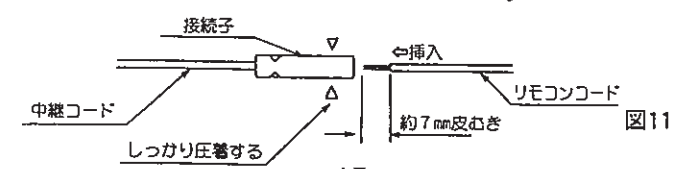

図11
7. リモコンコードを7mmほど皮むきして、接続子に挿入し、しっかり圧着します。(図11)